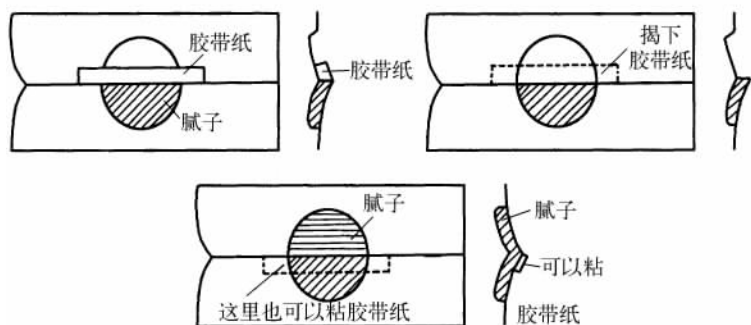

图 3-39 有棱边部位的原子灰修补
① 车身棱边的填充。在填充车门、后侧板、发动机罩等有明显棱边线的部件时,采用一般的刮涂方法很难保留清晰的棱边线,应采用以棱边为分界线,分别对各个平面进行填充的方法来解决,如图 3-39 所示。填充时,先将上边面贴好防护带,填充斜面和下边面,在原子灰干固之前,取下防护带,并清除上棱多余的原子灰。待原子灰干固后进行打磨。在下面处理完后再在斜面上沿棱边贴防护带,对上边面进行填充,用相同的方法处理上平面,这样就能得到较清晰的棱边填充。在接缝处施涂原子灰的方法与对板件冲压线施涂的方法基本相同。